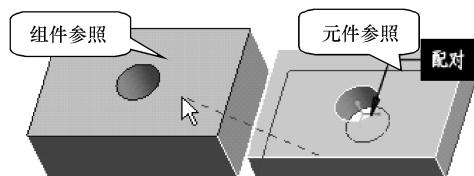
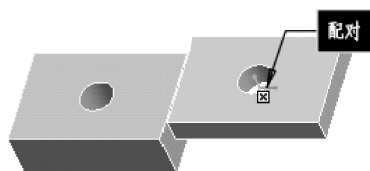

图9-42 选择匹配参照
图9-43 完成配对约束
(3) 分别选择如图9-42所示的“jian2”的下底面和“jian1”的上底面作为参照，此时装配窗口如图9-43所示。